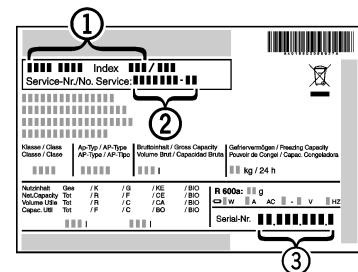

Fig. 6
- Relever la désignation de l'appareil *Fig. 6 (1)*, le n° de service *Fig. 6 (2)* et le n° de série *Fig. 6 (3)* sur la plaquette signalétique. Cette plaquette se trouve sur la paroi intérieure gauche de l'appareil.
- Informer le S.A.V. et lui communiquer la panne, la désignation de l'appareil *Fig. 6 (1)*, le n° de service *Fig. 6 (2)* et le n° de série *Fig. 6 (3)*.